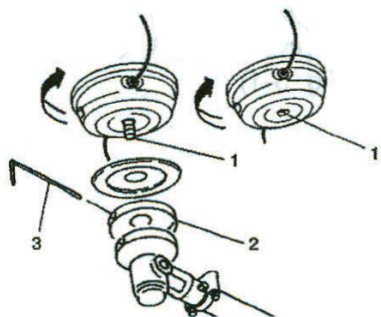

Fig.1-1
3.ANBAU (Fig. 1-1)
HINWEIS: Der Schneidkopf BRAIN TH-97LU/97LM wird für Gestrüppschneider/Rasentrimmer mit gerader Welle bestimmt. (Fig. 1-1) HINWEIS: Aufbewahren den Schneidgehäusedeckel für eine spätere Benutzung der Metallklinge, weil er hier nicht gebraucht wird. (Falls vorhanden)